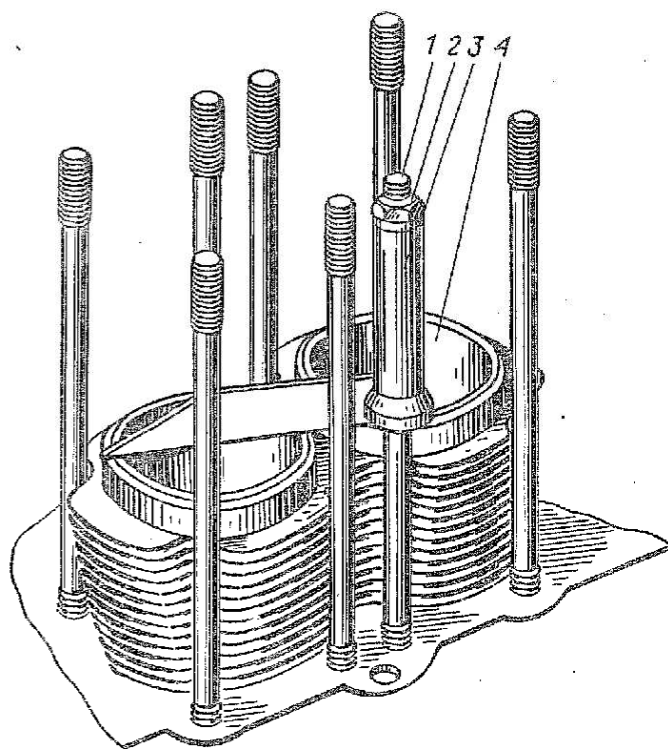

Рис. 24. Приспособление для фиксации цилиндров:
1.16. Зафиксировать цилиндры от произвольного подъема (рис. 24) с помощью приспособления (приспособления — 4 шт.).